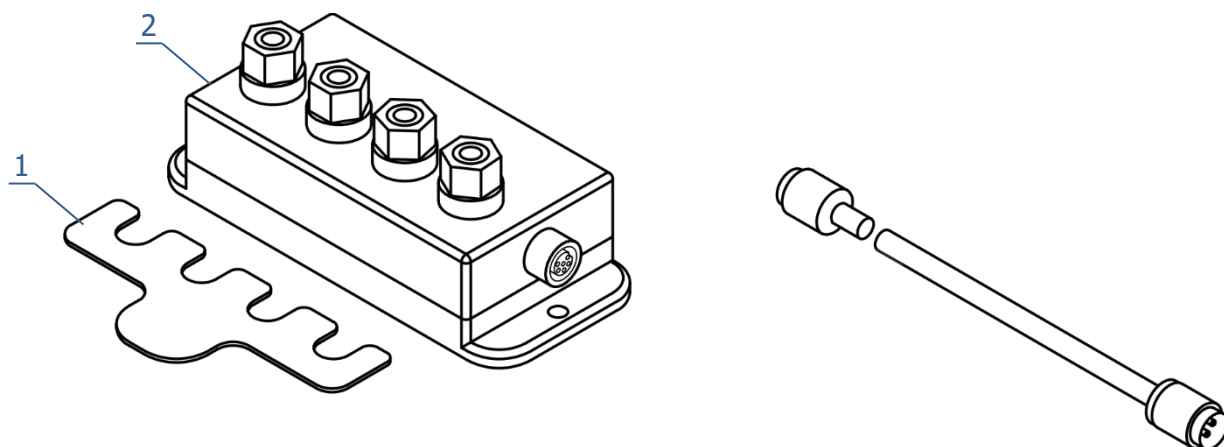

Рисунок 18 — Клеммная колодка ТМК-К
4.13.1 Источники сигналов подключают к входным разъемам 2 (рисунок 2), используя либо ответную часть разъема из комплекта поставки, либо клеммную колодку 2 (рисунок 18). В состав клеммной колодки входит латунная пластина-перемычка 1, предназначенная для соединения клемм между собой при выполнении установки нуля в канале (4.17).